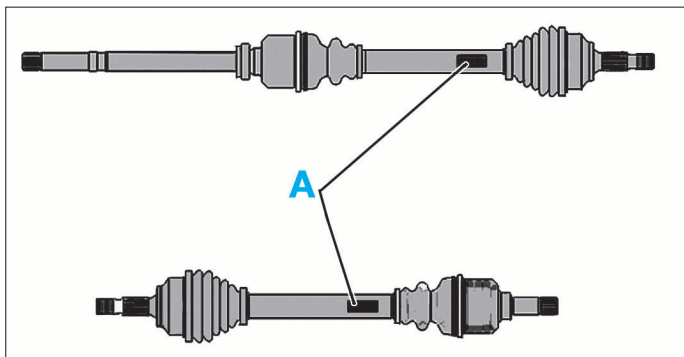

FIG. 1
Les transmissions sont identifiées par une étiquette (A) (Fig.1) collée sur l'arbre, comprenant :